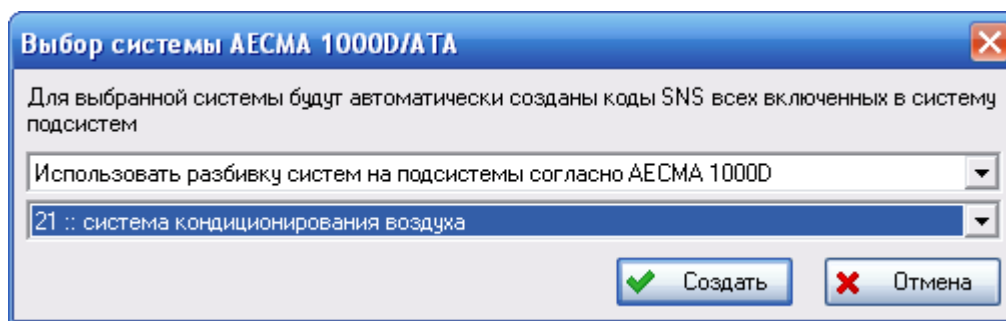

Рис. 10-3
3. В появившемся диалоговом окне **Выбор системы АЕСМА 1000D/АТА** (рис. 10-3):